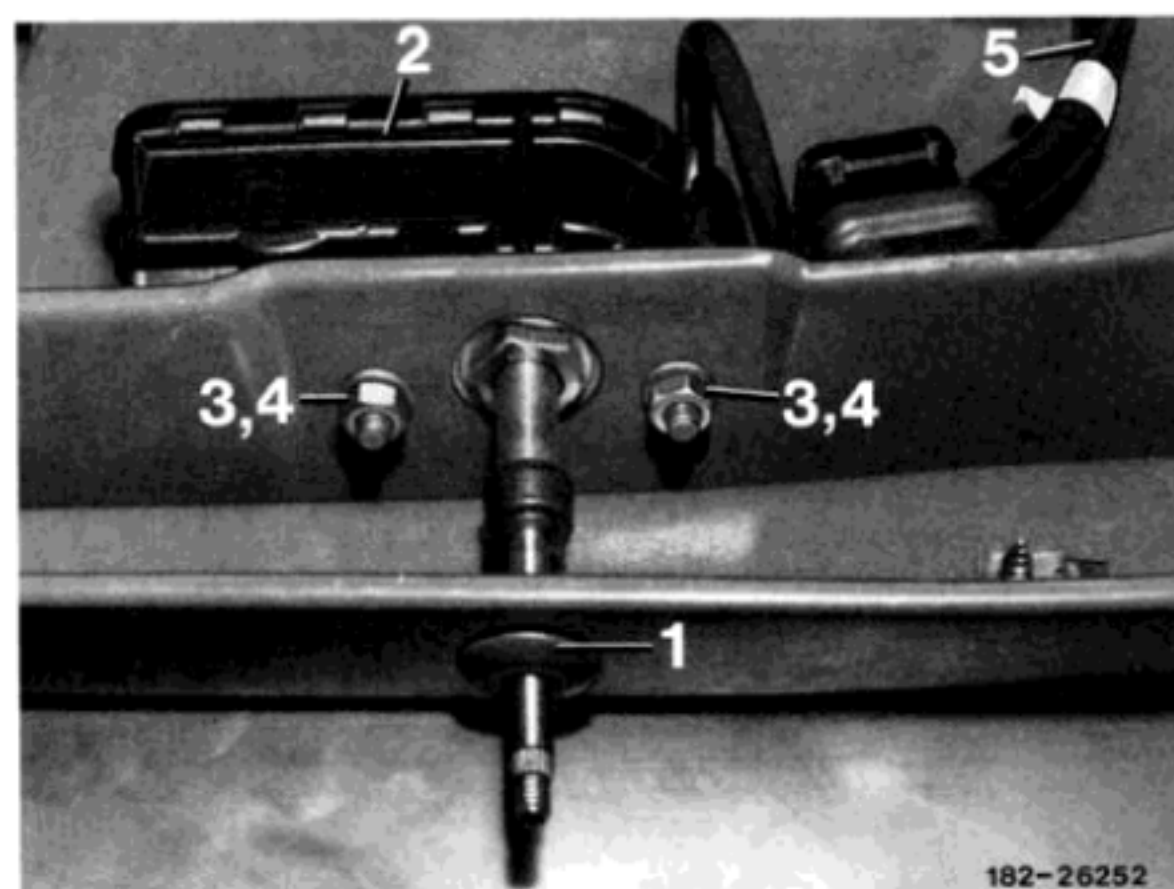

Bild 2
Änderung: Bild 2 und 3 geändert und ab Ziffer 24 überarbeitet
- 6 Lagerbuchse links und rechts montieren (Bild 2 und 3).
- 7 Wischermotor links und rechts einbauen (Bild 2 und 3).
- 8 Zusatzleitungssatz vom linken zum rechten Wischermotor verlegen und anschließen, dabei Masseleitung vom Zusatzleitungssatz an der Massestelle rechts anschließen (Bild 2 bis 4).